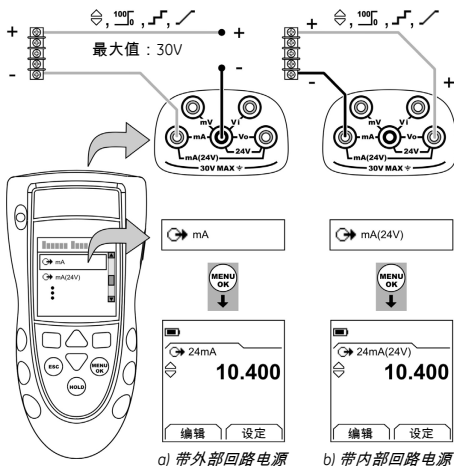

图 3 : 配置示例- 提供电流
1. 连接仪器 (图 3), 如有必要, 调整设置 (表 1)。